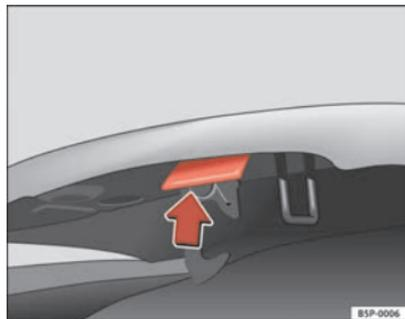

Fig. 165 Poignée d'ouverture sous le capot-moteur
- Appuyez sur la bascule sous le capot-moteur de manière à ce qu'elle soit orientée vers le haut ⇒ fig. 165. Le crochet de fixation est alors déverrouillé.